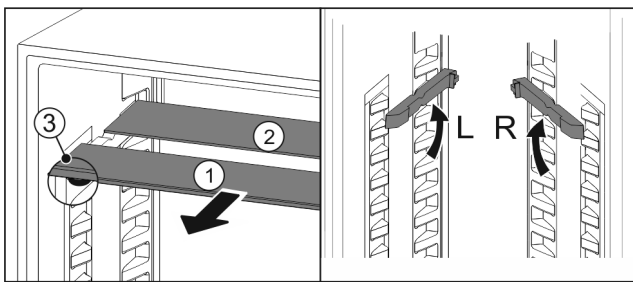

Fig. 88
- ▶ Издърпайте Fig. 88 (1) поотделно стъклените плочи напред.
- ▶ Стъклената плоча Fig. 88 (1) с декоративната лайсна е отпред.
- ▶ Ограничителите Fig. 88 (3) сочат надолу. Уреди с фризерно отделение:\*